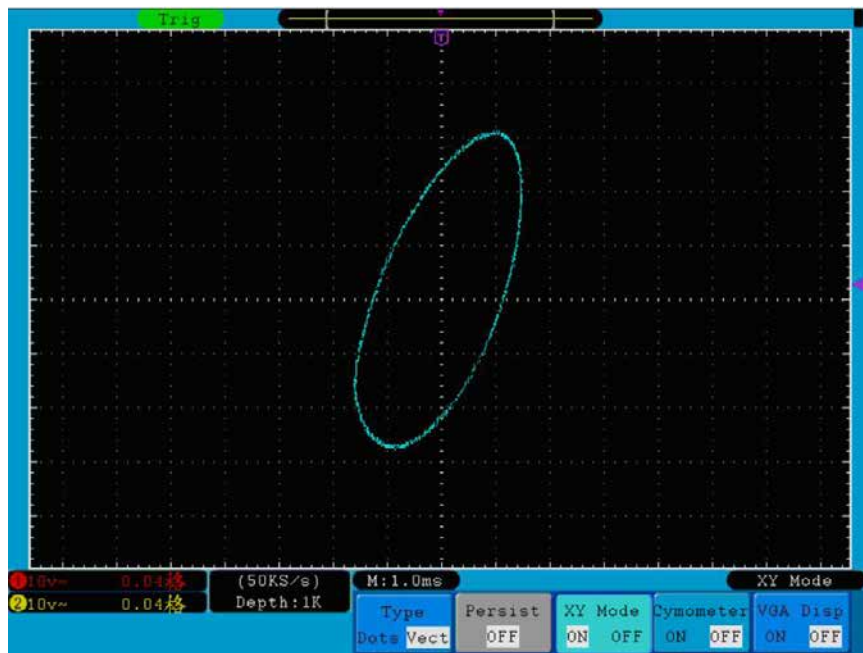

Abb. 45 Anzeigeformat XY
2. Drücken Sie die Menüauswahl Taste **H3** und wählen Sie XY bei Format. Das Anzeigeformat wechselt in den XY-Modus (siehe **Abb. 45**).